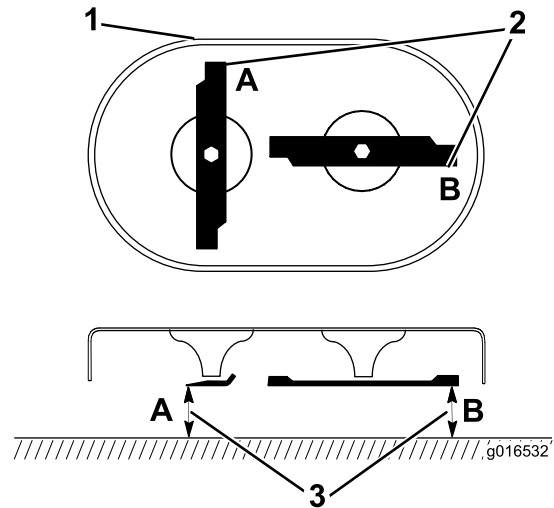

Figure 33
1. Faites tourner les lames jusqu'à ce qu'elles soient dans la position indiquée à la Figure 33.
2. Mesurez la distance entre une surface plane et le tranchant aux points **A** et **B**, (Figure 33), et notez les deux dimensions.